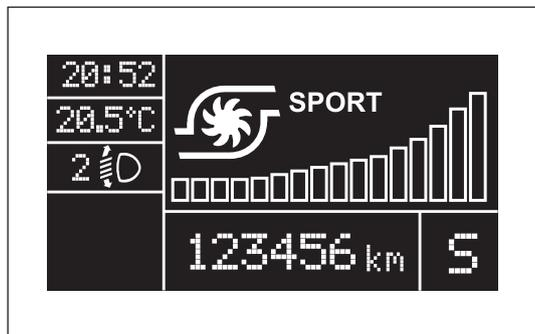

fig. 93
- Videata con pressione turbo-compressore: fig. 93.